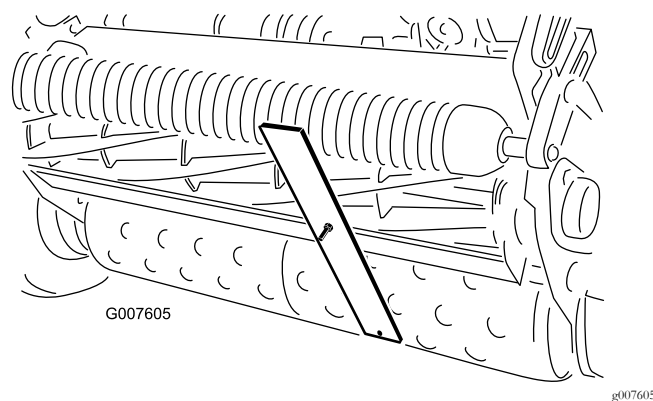

Рисунок 50
4. Зацепите головку винта за режущую кромку неподвижного ножа, а задний конец планки уприте в задний валик (Рисунок 50).